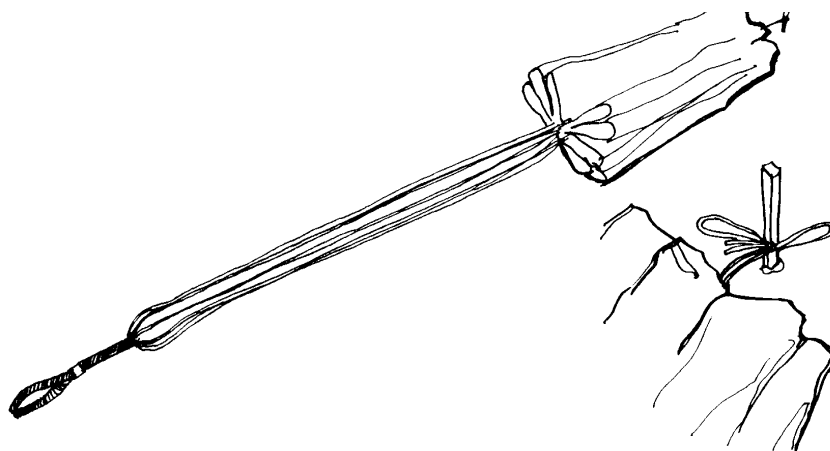

Рис. 2
5. Прикрепите вспомогательный шнур к массивному неподвижному предмету, крюку. Основной фал прикрепите к другой неподвижной точке, растягивая парашют со стропами с усилием приблизительно 5 Кг (рис.2)